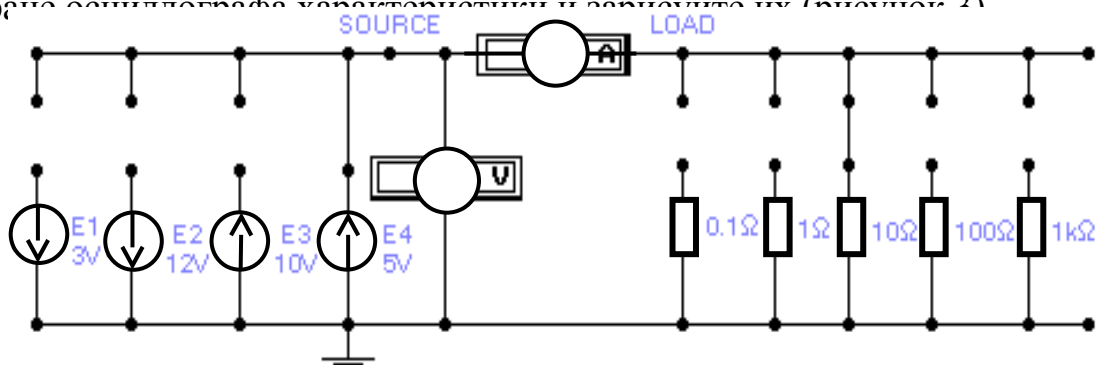

Рисунок 2 – Схема эксперимента
3.1.3 Нарисовать схемы цепи (рисунок 2 и 3).
3.2.2 «Собрать» цепи (рисунок 2 и 3).
3.2.3 Размыкая и замыкая переключки у резисторов и источников ЭДС измерить напряжения и токи (рисунок 2).
3.2.5 Размыкая и замыкая переключки у источников ЭДС, получите на экране осциллографа характеристики и зарисуйте их (рисунок 2)